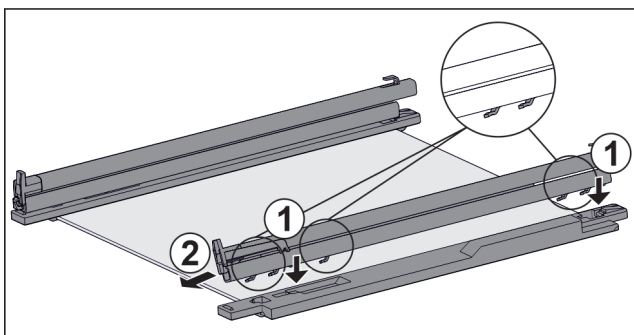

Fig. 48 Стеклопанель с направляющими и крепежными элементами
- ▶ Поместите крючки направляющей в отверстия **левого** крепежного элемента. Fig. 48 (1)
- ▶ Потяните направляющую вперед. Fig. 48 (2)
- ▶ Поместите крючки направляющей в отверстия **правого** крепежного элемента. Fig. 48 (1)